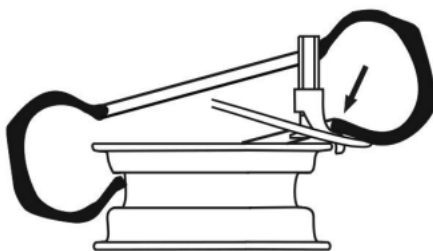

Abb.20
- Heben Sie das Rad an, sodass der untere Rand des Rades wie in Abb.20 dargestellt ist.